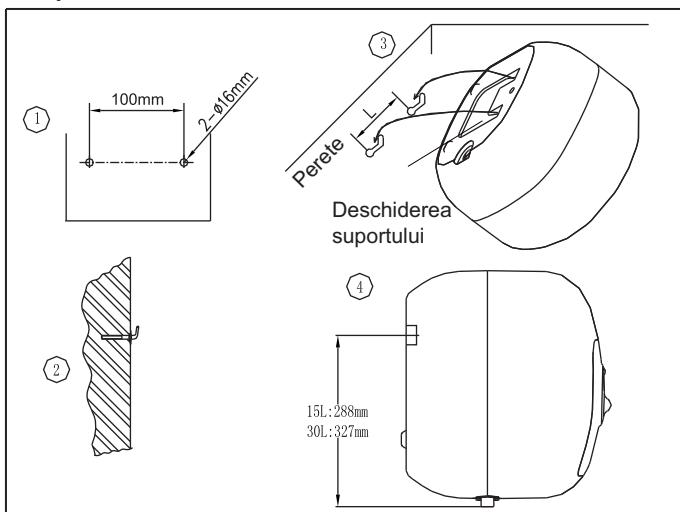

Figura 2
- ① Utilizați o mașină de găurit electrică pentru a face două găuri în perete. Distanța dintre cele două găuri trebuie să respecte indicațiile din figura 2.
- ② Introduceți diblurile în găurile efectuate astfel încât cârligele să fie orientate în sus.
- ③ Ridicați boilerul, agătați-l și fixați-l în cârlige.
- ④ Înălțimea găurilor trebuie stabilită înțând cont de poziția racordurilor hidraulice pe perete, de tipul conductelor hidraulice utilizate și de poziția suporturilor inferioare ale boilerului (a se vedea figura 2).